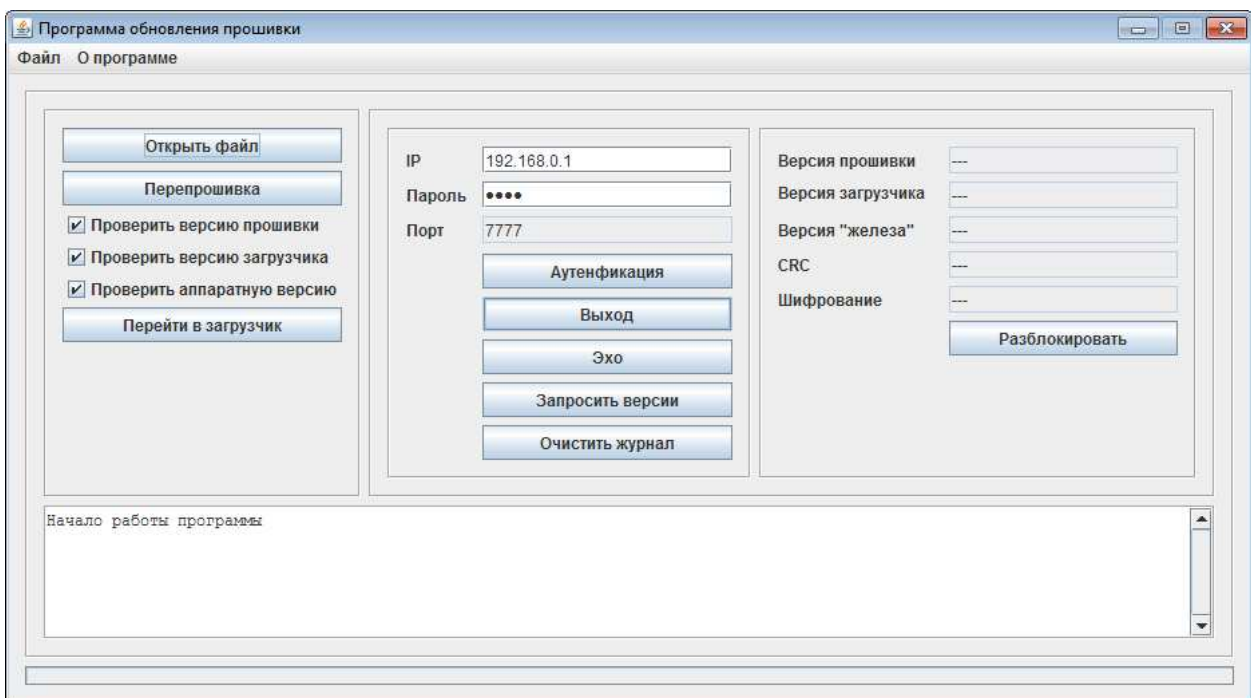

Рисунок 2.24 - Окно программы-загрузчика ПО платы IC SNMP-web
1) Открыть программу обновления программного обеспечения SNMP адаптера (рисунок 2.24). Для этого необходимо запустить файл `run.bat` из предоставленного архива (необходимо наличие Java машины). Вид окна программы-загрузчика представлен на рисунке 2.24.